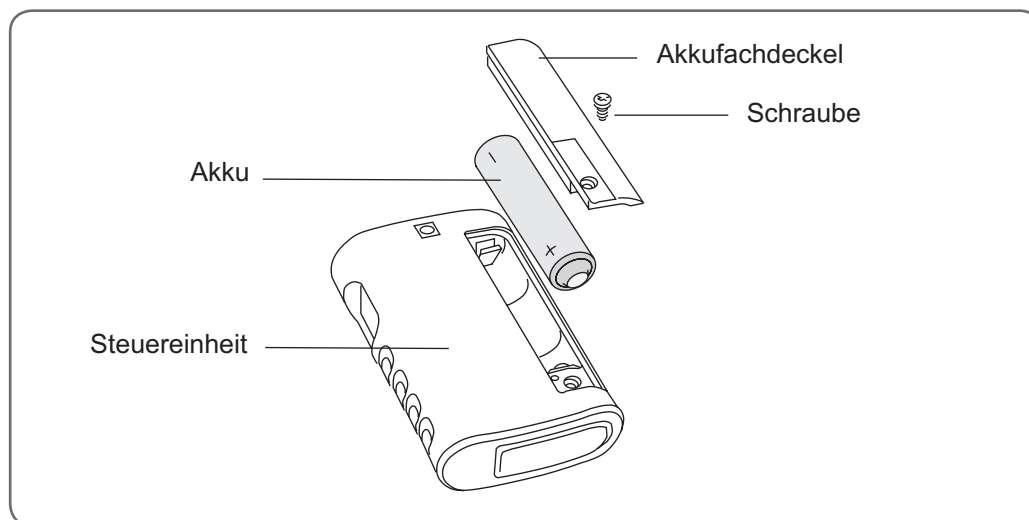

Abbildung 8-6: Austauschen des Akkus der Steuereinheit
1. Lösen Sie die Schraube am Akkufachdeckel auf der Rückseite der Steuereinheit. (Siehe Abbildung 8-6.) (Die Schraube befindet sich möglicherweise unter einem kleinen Etikett. Wenn dies der Fall ist, ziehen Sie vorsichtig einen Teil des Etiketts ab. Bringen Sie das Etikett nach dem Akkuwechsel wieder an.)